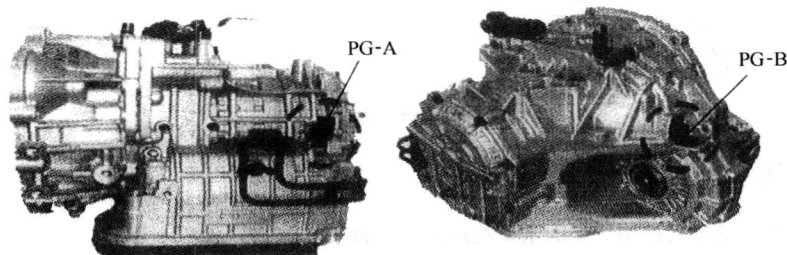

图 1-10 PG-A、PG-B 传感器
(3) 点火开关打开后 300ms 内, 电磁阀进入自检阶段, 自检时间持续 80ms。当确定电磁阀有故障时, 档位迅速锁止在 3 档。
(4) SCSV 换档控制电磁阀短路后, 变速器锁止在 3 档(机械锁止)。
(5) 与带有 O/D OFF 开关的 A4AF_x 相同, 该款车的变速器拥有 3 档位置开关, 当 PCM (TCM) 接收到 3 档信号时, 变速器由 4 档降至 3 档。
(6) 新型变速器上安装有 PG-A、PG-B 传感器, 如图 1-10 所示。